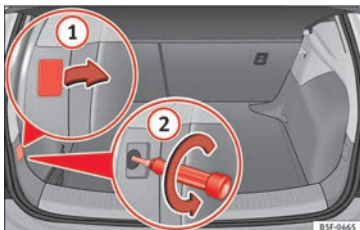

Bild 115 Bagagerum: Leta rätt på skruven som håller fast bakljusenheten.
- Ta bort luckan genom att bända med den platta sidan av skruvmejseln i fliken och ta bort luckan från öppningen » **bild 115 ①**.
- Skruva försiktigt loss skruven bredvid locket med en skruvmejsel genom att skruva motsols (se pilarna) » **bild 115 ②**.